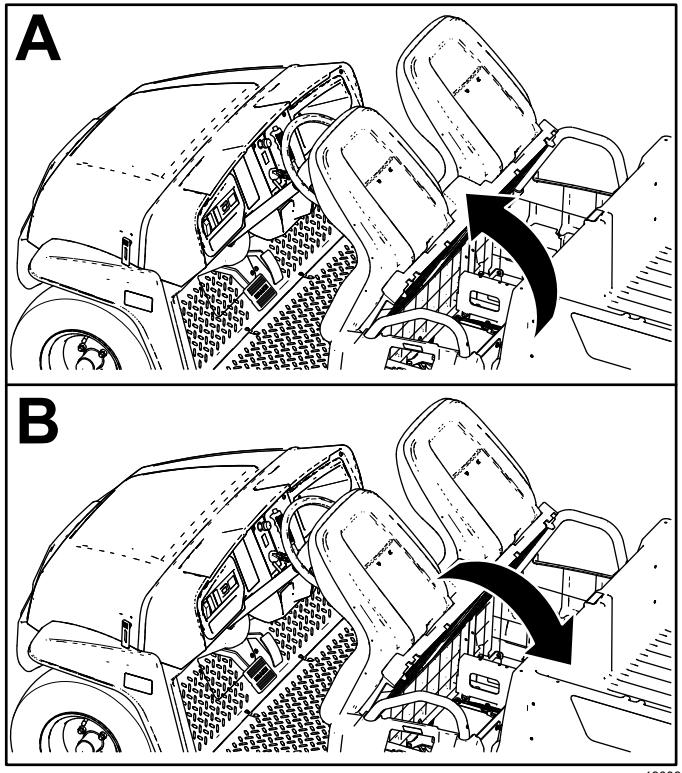

Figura 24
Para elevar el conjunto de asientos, empuje el conjunto de asientos hacia adelante hasta que descansen sobre el volante (Figura 24).
Para bajar el conjunto de asientos, empuje el conjunto hacia atrás hasta que encaje en su posición inicial (Figura 24).
1. Empuje el conjunto de asientos hacia adelante a la posición elevada (Figura 24).